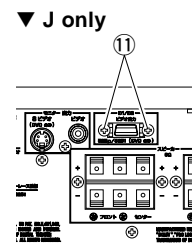

Fig. 3-1
- b. ⑪のネジ2本を外します。( Fig. 3-1 ( Jのみ ) )